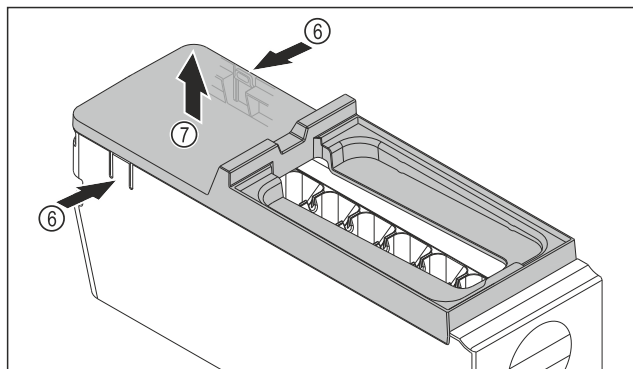

Fig. 111
- Rimuovere la copertura del corpo dell'EasyTwist-Ice: Con una mano, premere le linguette Fig. 111 (6) su entrambi i lati del corpo dell'EasyTwist-Ice.
- Con l'altra mano, estrarre verso l'alto la copertura Fig. 111 (7).